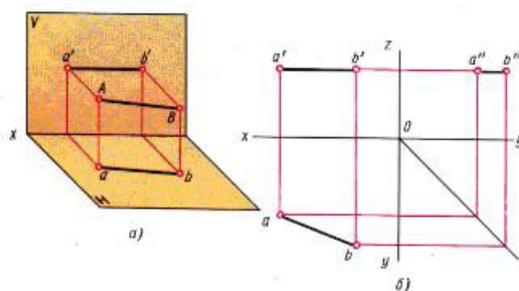
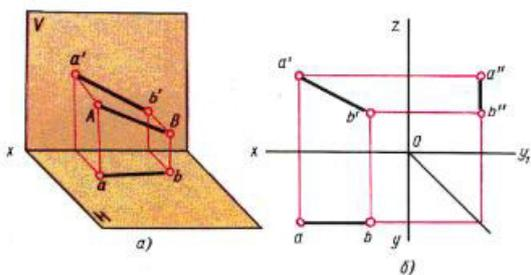

Рисунок 8
Рисунок 9
4. Прямая, параллельная горизонтальной плоскости проекций, называется горизонтальной прямой или горизонталью (рис. 8); обладает следующими свойствами: $ab = AB$; $ZA = ZB$. Прямая, параллельная плоскости V, называется фронтальной прямой или фронталью (рис. 9); обладает следующими свойствами: